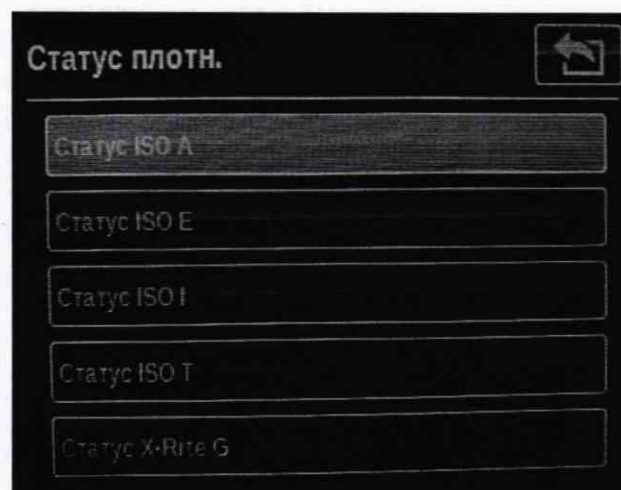

Рисунок 13 – Экран выбора денситометрического статуса
8.3.1.7 Выбрать денситометрический статус Status A в меню «Статус плотн.», нажав кнопку «Статус ISO A» (рисунок 13).